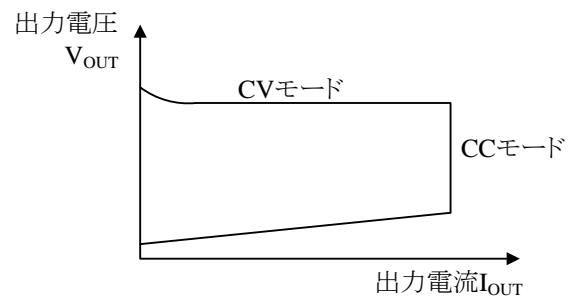

図 10-9 CV/CC 特性
10.7 定電流 (CC) 制御
本 IC は出力電流が一定の負荷に達し、この状態が定電流制御遅延時間 $t_{CCD} = 90 \text{ ms}$ 以上継続すると、定電流 (CC) 制御で動作します。不連続動作時には、図 10-9 のような CV/CC 特性になります。